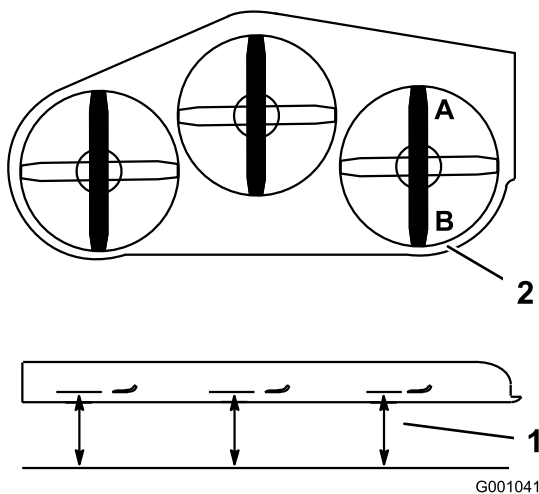

Bild 86
2. Stellen Sie 1 Messer in Längsrichtung. Messen Sie an den Stellen **A** und **B** von einer ebenen Oberfläche bis zur Schnittkante der Messerspitzen (**Bild 86**).